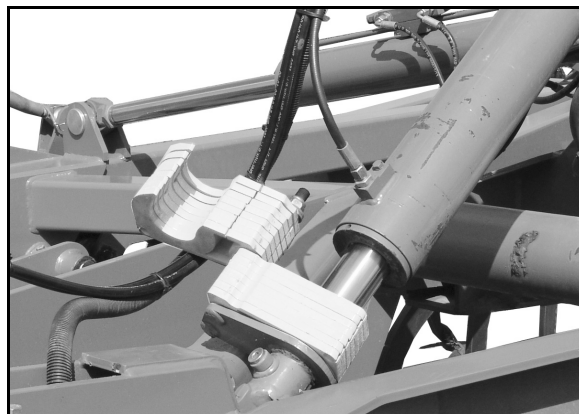

Fig. 48
- au niveau du vérin hydraulique du châssis (Fig. 48),